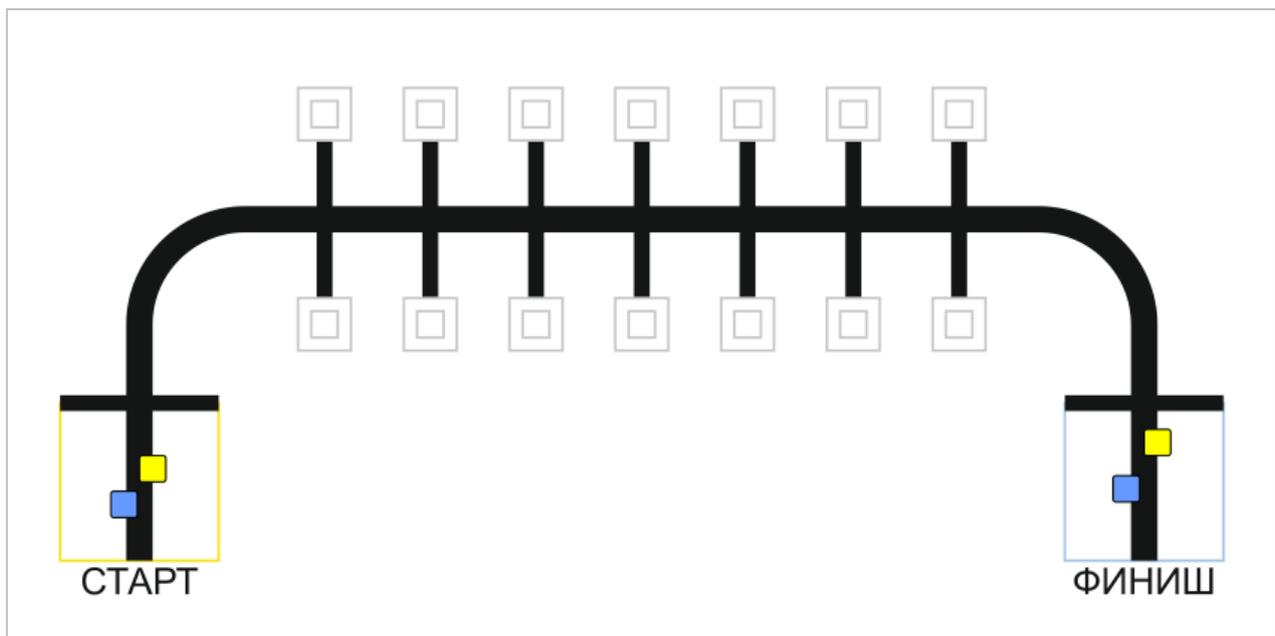

Рис. 2. Пример правильного выполнения задания
- Кубы должны быть перемещены таким образом, чтобы в каждой зоне было по одному кубу, взятому с каждой стороны от основной линии (синему и желтому, см. рис. 2).